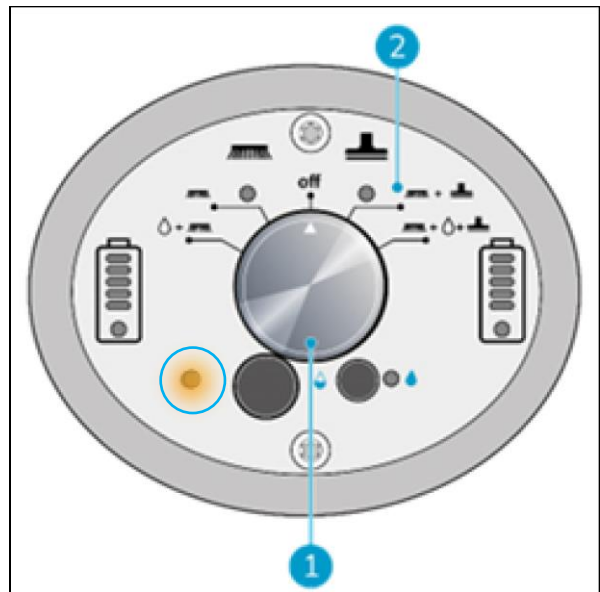

Figure 23
1. L'indicateur d'avertissement d'angle clignote dans la zone entourée de bleu dès que l'opérateur descend en dessous de 32 degrés. Le voyant s'allume et la récupération d'eau est interrompue. Lorsque la poignée est relevée au-dessus de 32 degrés, le moteur de l'aspirateur redémarre après 5 secondes (figure 23).